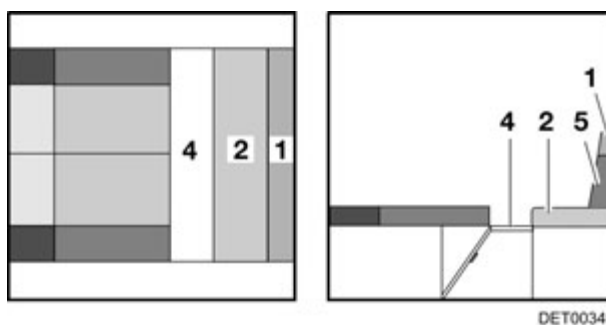
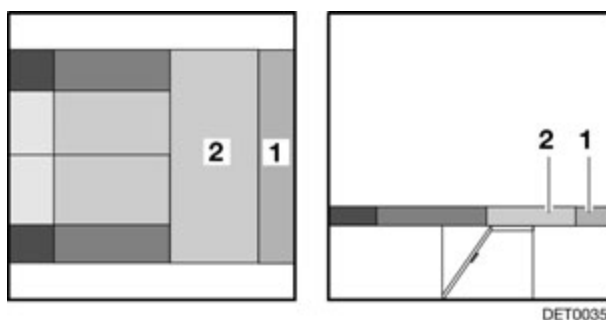

Fig. 88 Durante la transformación
Fig. 89 Después de la transformación
- Extraer el somier (Fig. 88,4).
- Tirar del cojín del asiento (Fig. 89,2) hacia el grupo de asientos central.
- Separar el cojín adicional (Fig. 89,1) del cojín del respaldo (Fig. 88,5). El cojín adicional está fijado al cojín del respaldo con cinta velcro y puede separarse fácilmente.